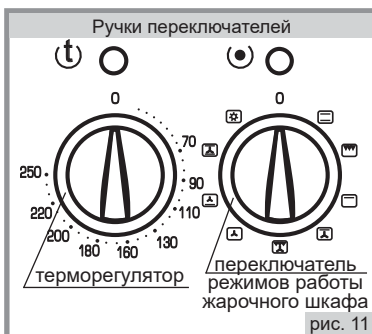

рис. 11
- Установка рабочей температуры в жарочном шкафу обеспечивается терморегулятором, который задает необходимую температуру (рис.11). Значения температур указаны на панели управления и являются ориентировочными, могут колебаться в пределах $\pm 15^{\circ}\text{C}$.
■ Для включения нагревательных элементов необходимо повернуть по часовой стрелке ручку терморегулятора (рис.11) и установить выбранный температурный режим. При этом над ручкой загорается желтая сигнальная лампочка.